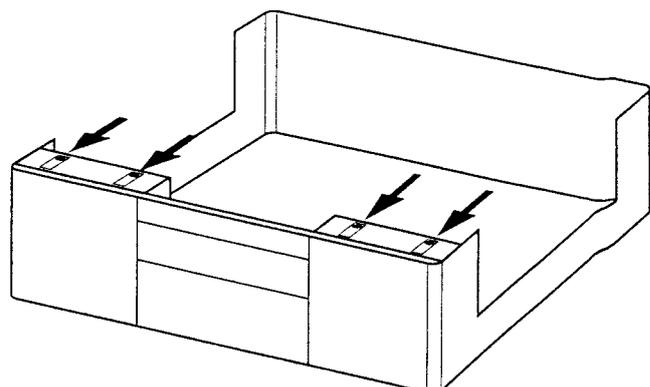

Fig.3
- Die 4 Schrauben an der Oberseite des Bedienpaneels entfernen und die 4 Schnapphaken lösen (siehe Fig.3).